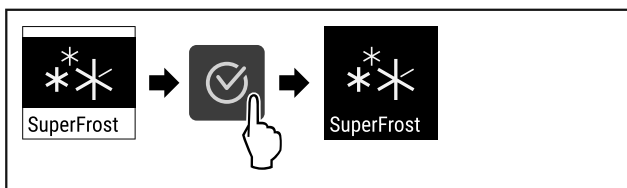

Fig. 93
- ▶ Udfør handlingstrinene (se Fig. 93) .